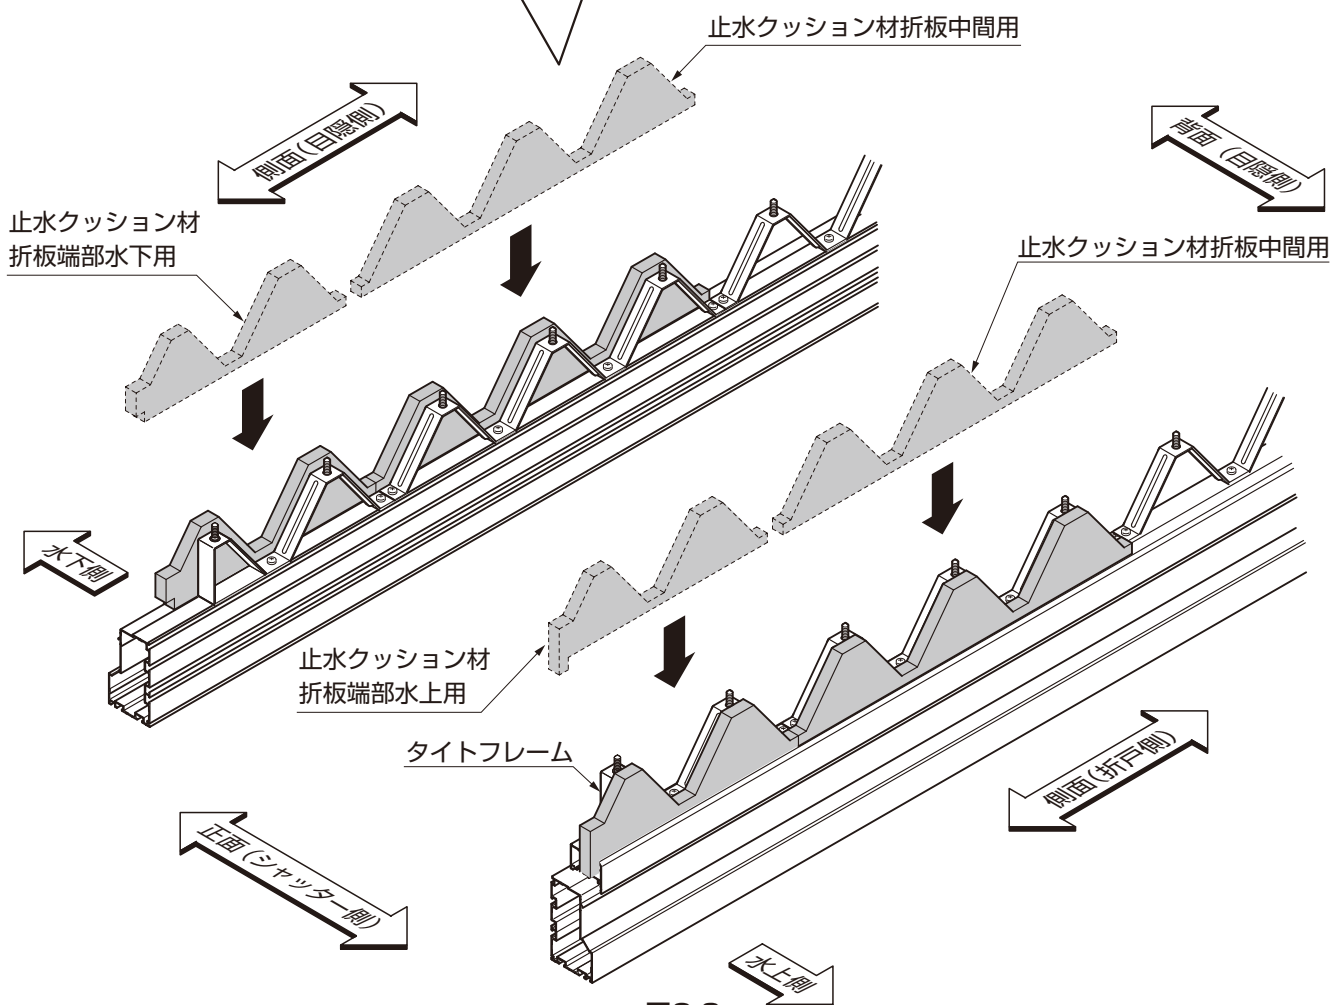

図8-3
- ①タイトフレームの外側に端部用と中間用の止水クッション材の下面シール (※2) をはがしてそれぞれ貼付けてください。(図8-3参照)